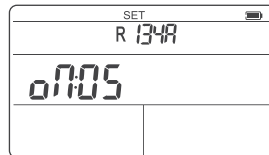

Abb. 10 Zeitauswahl
3. Wählen Sie mit den Pfeilen **◀** und **▶** die Zeit vor der automatischen Abschaltung des Geräts: 5, 10, 15, 30 oder 60 min (Abbildung 10).